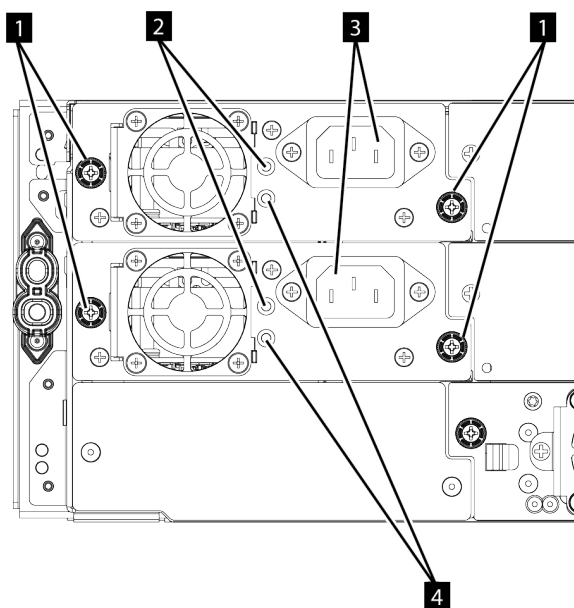

図 66. 電源機構
- 白色 LED (2(143 ページの図 66)) が点灯している。
- 緑色の LED (4(143 ページの図 66)) が点灯していない。